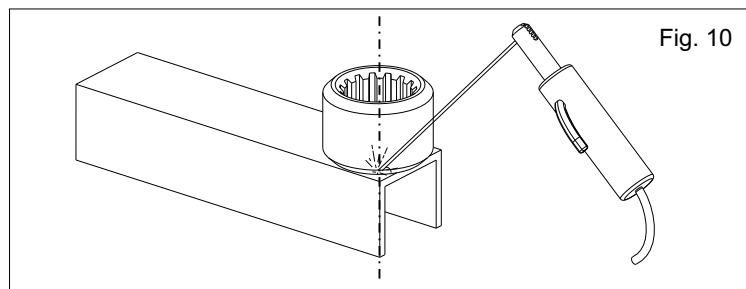

Fig. 10
**3.3.** Souder soigneusement la boucle au profilé en respectant la perpendicularité avec l'axe de rotation (Fig. 10)